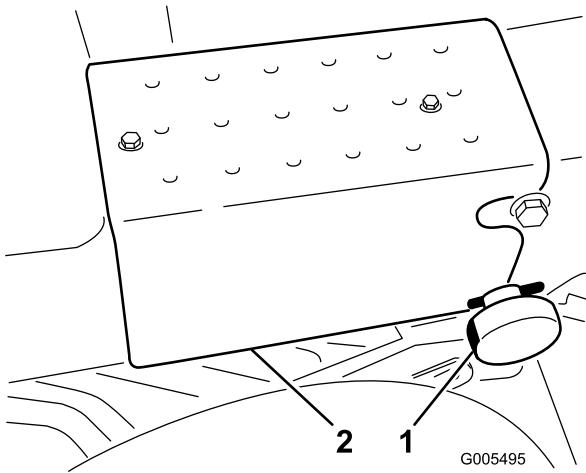

図 7
5. ハンドルアームを通常の運転位置に立てる (ノッチに嵌まる)。固定用ノブとコッター・ピンとで固定する (図 7)。
6. タップ・ネジ2本で、右側ステップをフレームに取り付ける(図7)。